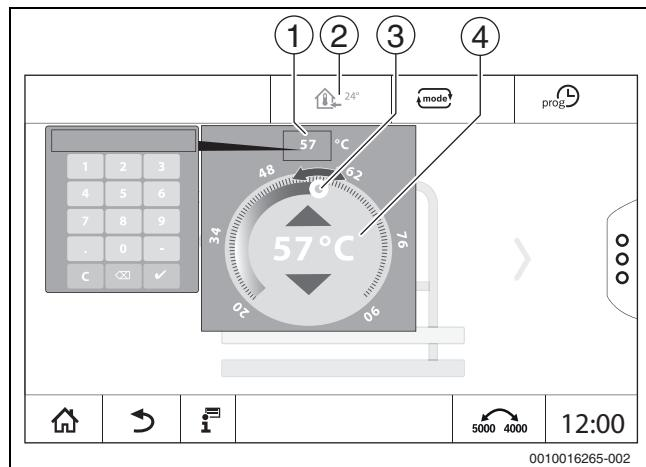

Рис. 21 Установка температуры
- ▶ Коснитесь символа температуры (\rightarrow рис. 21, [2]).
- ▶ Коснитесь круглого ползунка (\rightarrow рис. 21, [3]), удерживайте его и потяните до нужной температуры.
- ▶ Коснитесь индикации температуры (\rightarrow рис. 21, [1]) и в открывшемся числовом поле введите температуру.